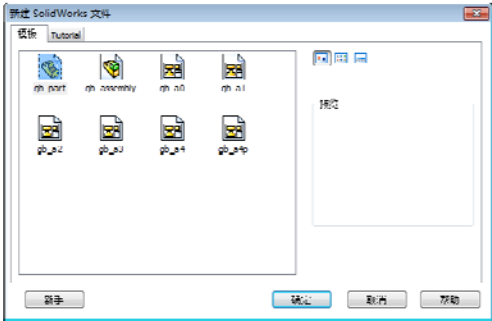
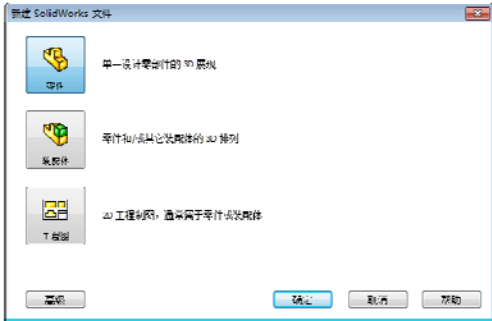

图 1-14 【新建 SolidWorks 文件】对话框
图 1-15 【新建 SolidWorks 文件】新手界面
创建新文件夹时，需要选择建立新文件的类型。选择【文件】|【新建】命令，或单击工具栏上的[新建]按钮，弹出【新建 SolidWorks 文件】对话框，如图 1-14 所示。不同类型文件，其工作环境是不同的，在该对话框中有 3 个图标【零件】【装配体】【工程图】。单击选择对话框中需要创建文件的类型图标，然后单击【确定】按钮，就可以建立一个新文件，并进入默认工作环境。
**注意：**SolidWorks 提供了两种【新建 SolidWorks 文件】对话框，图 1-14 所示是高级界面，单击高级界面左下角的【新手】按钮可以进入新手界面，新手界面对话框提供了简单的文字说明，如图 1-15 所示。